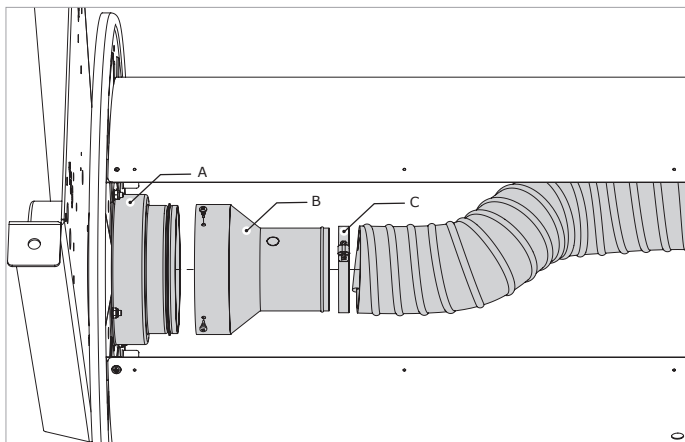

Fig. 4.2 Montage du flexible
- Montez le raccord du flexible (B) sur le roulement (A) (fig. 4.2).
- Montez le flexible sur l'adaptateur de tuyauterie à l'aide du collier (C) avec le support de flexible (fig. 4.2).